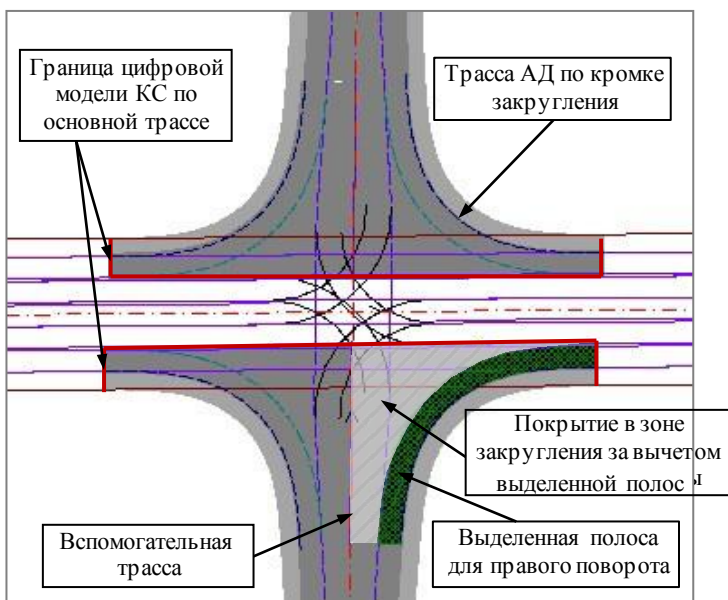

Рис. 26.52
- для остальных вариантов настройки, если сопрягаемые трассы сохранены в проектах План генеральный, ЦМ съезда включает вспомогательную трассу по всей длине (рис. 26.52).
Если на основной и вспомогательной трассах предусмотрены ПСП, а вертикальная планировка съезда создаётся от кромки проезжей части без ПСП, то будет выделена специальная полоса для правоповоротного движения (рис. 26.52).
Данные по покрытию за вычетом выделенной полосы (рис. 26.52) заносятся в графу **2-я полоса движения** с той же стороны от оси, что и основная полоса.